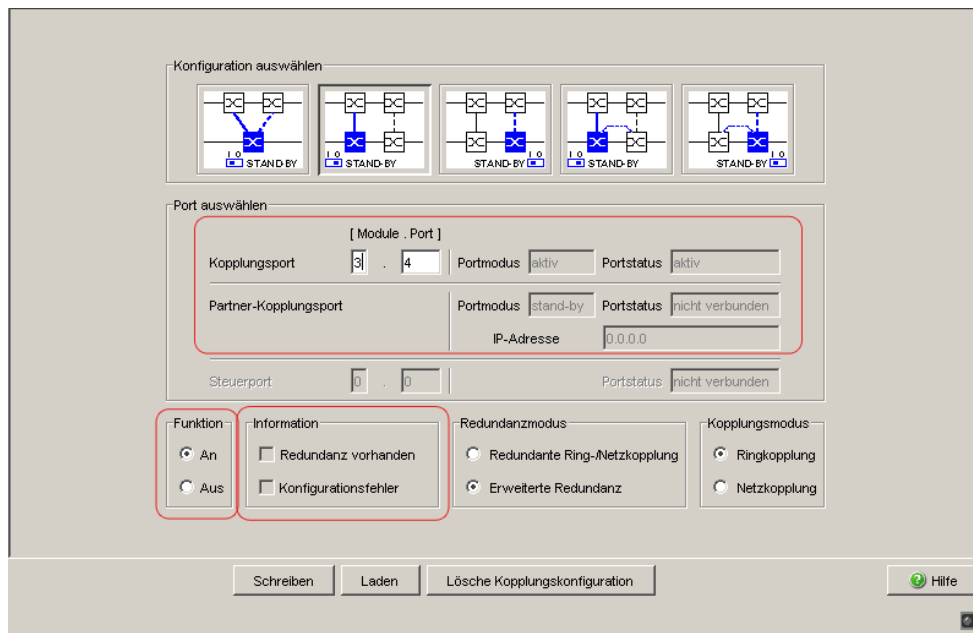

Abb. 16: Zwei-Switch-Kopplung: Port auswählen und Funktion ein-/ausschalten
- ☐ Wählen Sie den Kopplungsport aus (siehe Abbildung 16).
- ☐ Schalten Sie im Rahmen „Funktion“ die Funktion an (siehe Abbildung 16).